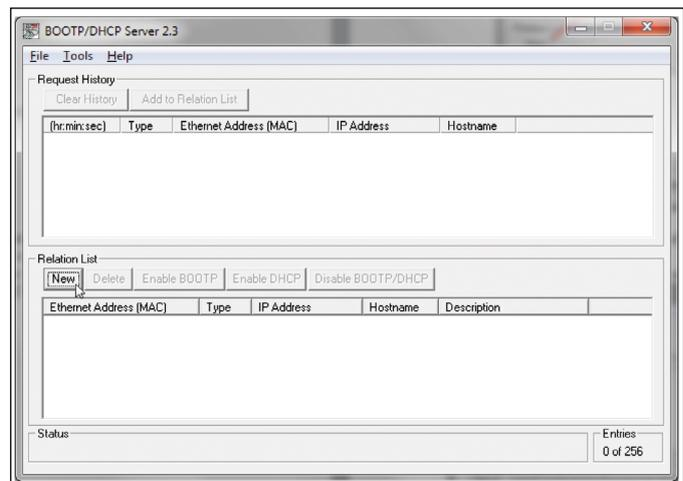

Abb. 82: Neuen „Relation List-Eintrag“ erstellen
3. Klicken Sie die Schaltfläche „New“ in der „Relation List“ im unteren Bereich des Fensters. Das Fenster „New Entry“ öffnet sich (Abb. 82).